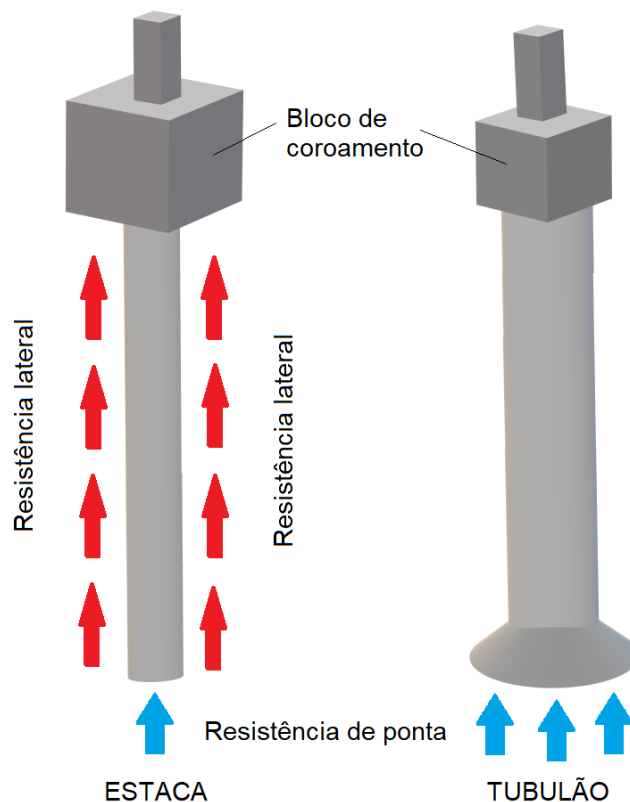

Figura 7: Esquema de fundações profundas: tubulão e estaca.
- As **estacas** são elementos de fundação profunda **executados** por **equipamentos** ou, em alguns casos, por ferramentas (Figura 7), mas sem que em qualquer fase de execução ocorra trabalho manual em profundidade. Nas estacas normalmente a **resistência de fuste** é a principal responsável pela **capacidade de carga** da fundação. Em contrapartida, a **resistência de ponta** atua como um **adicional** de segurança. Todavia, essa afirmação não é uma regra geral, pois em alguns tipos de estacas a resistência de ponta pode ser a principal responsável por resistir aos esforços a que a fundação está submetida. As estacas são **executadas** por **equipamentos** ou, em alguns casos, por ferramentas (Figura 7), mas sem que em qualquer fase de execução ocorra trabalho manual em profundidade. As estacas podem ser fabricadas com diversos tipos de materiais tais como: madeira, aço, concreto pré-moldado, concreto moldado *in situ*, ou ainda da combinação destes materiais (estacas mistas);
- Os **tubulões** são elementos de fundação escavados manualmente ou com maquinário e que ao menos na etapa final há necessariamente a **descida de um operário** ao fundo da escavação para realizar o alargamento da base e/ou a limpeza do fundo. No tubulão as cargas são suportadas predominantemente pela ponta (base) da fundação (**resistência de ponta**). Esse fato torna o tubulão um tipo de fundação cuja execução envolve atividades de elevado **risco** para a saúde e segurança do **trabalhador** (Figura 7). Por essas especificidades, **geralmente** o emprego de **tubulão** é **mais caro que** o de **estacas**, sendo, por isso, escolhido apenas quando as outras alternativas não são viáveis.